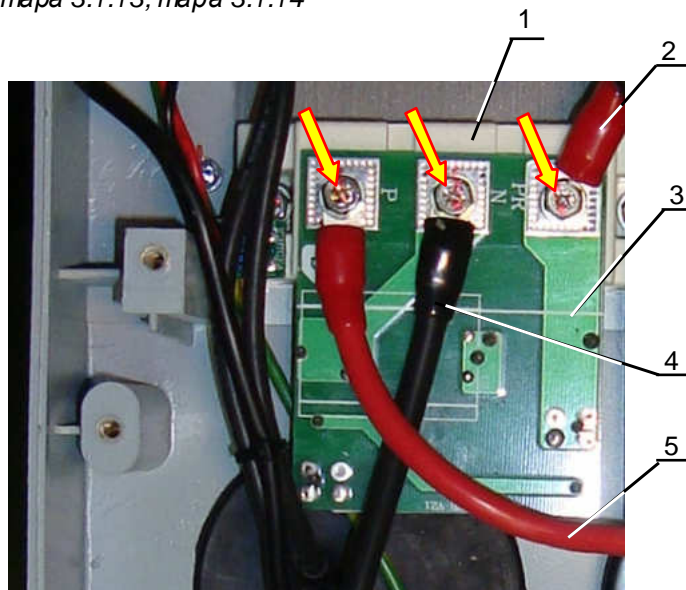

Рис. 6.18
6.12.1. Выкрутить три винта (желтые стрелки на рис. 6.18) крепления платы 3 к модулю IGBT динамического торможения 1. Снять наконечники проводов 2, 4 и 5, снять плату 3. Положить плату, провода и винты в тару.